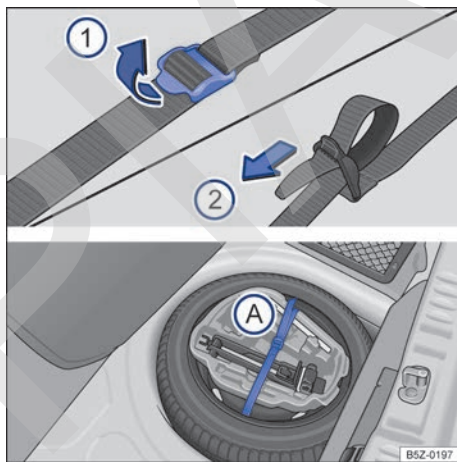

Fig. 134 En el maletero: cinta de fijación de la caja de herramientas y caja de herramientas de a bordo.
- Para soltar la cinta de fijación → fig. 134 (A), tirar de la hebilla en el sentido de la flecha ①.